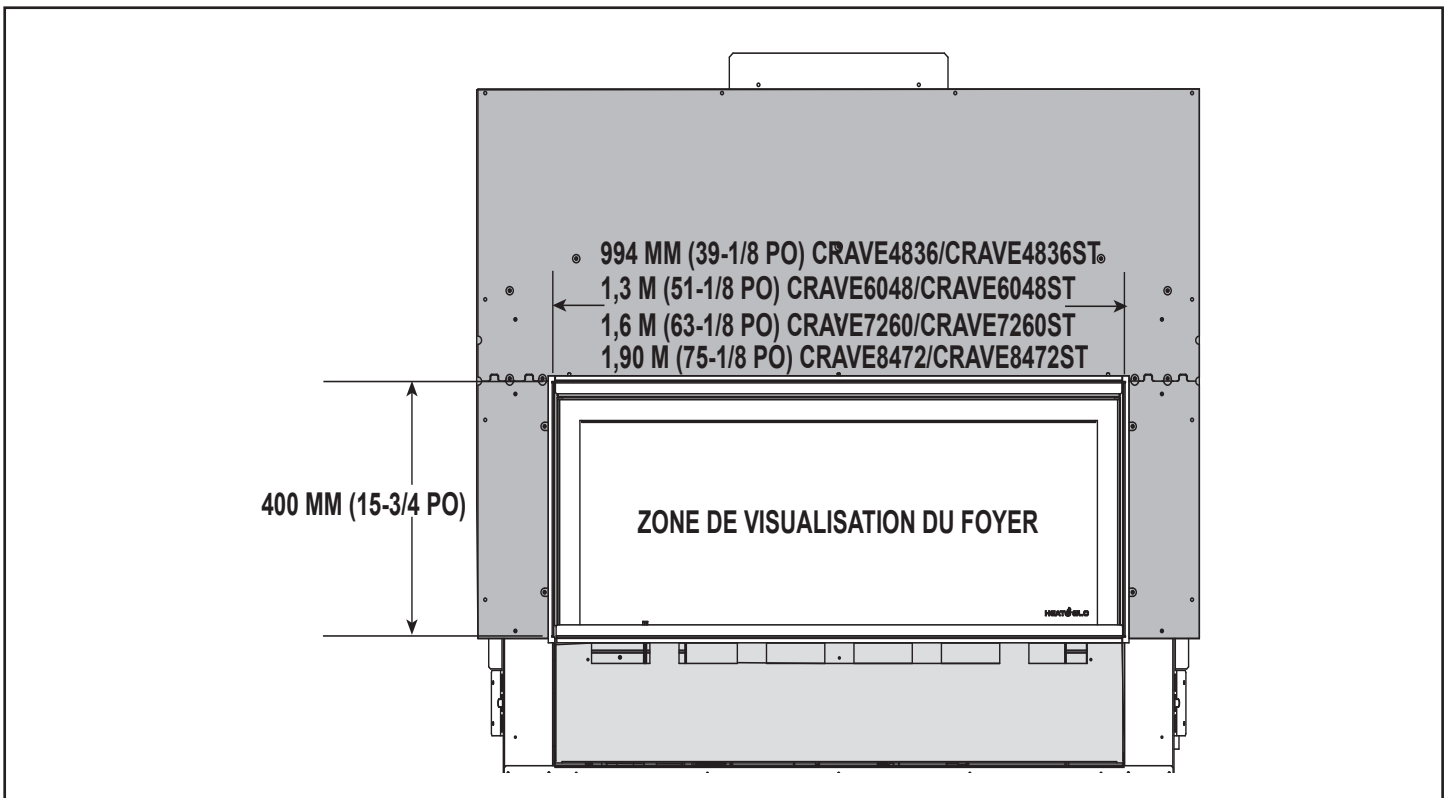

Figure 10.4 Dimensions minimales de l'ouverture finie – Méthode Clean Face Trim
2. Le matériau de finition incombustible, de 0 à 25 mm (0 à 1 po) d'épaisseur, doit être installé jusqu'à l'ouverture du foyer, sur tous les côtés, y compris le panneau d'accès inférieur, couvrant les huit orifices rectangulaires. Reportez-vous à la figure 10.4 pour les dimensions minimales de l'ouverture finie.
- Le matériau de finition incombustible, de 25 à 102 mm (1 à 4 po) d'épaisseur, doit être installé jusqu'à l'ouverture du foyer, des quatre côtés, y compris le panneau d'accès inférieur, couvrant les huit orifices rectangulaires. Référez-vous à la Figure 10.4.